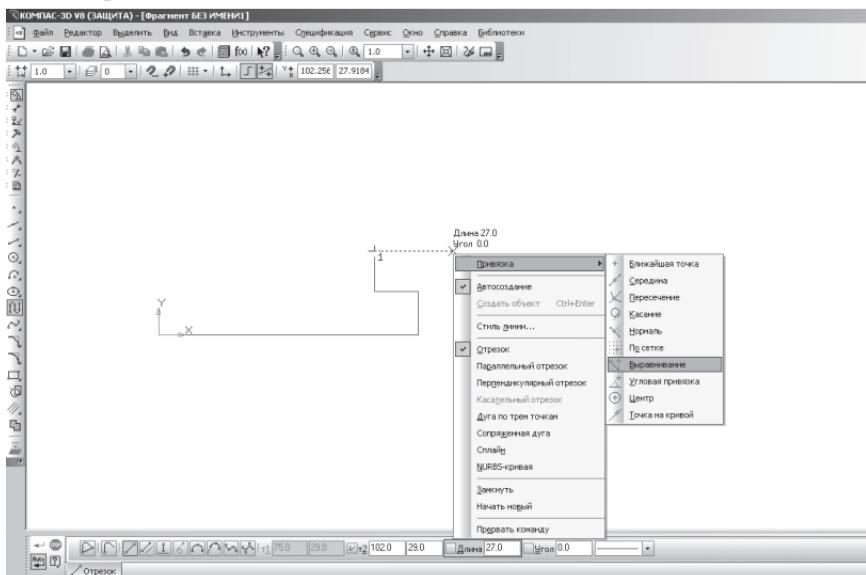

Рис. 34. Выбор локальной привязки **Выравнивание**
- для точного построения следующего отрезка щелкните правой клавишей мыши (ПКМ) в любой точке чертежа. В появившемся контекстном меню поставьте курсор на меню **Привязки**, щелчок мыши при этом выполнять не нужно. После этого содержимое меню автоматически раскроется. Выберите из списка привязки **Выравнивание** щелчком ЛКМ (рис. 34);